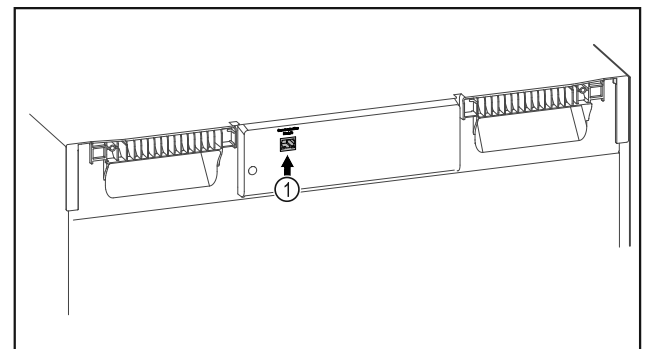

Fig. 142
- SmartModule Fig. 142 (1) este instalat.